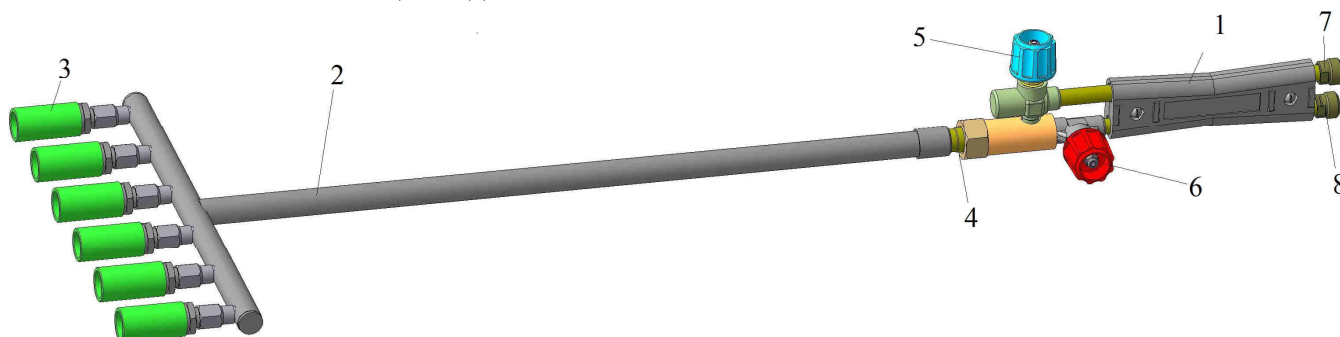

Рис.1 Горелка ГВД ВПГ-2х6с ДЖЕТ 103
4.1 Внешний вид и устройство показано на рис. 1